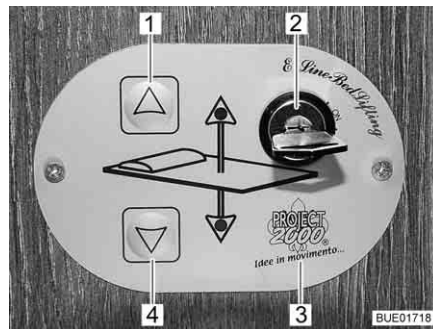

Bild 126 Bedienteil
Mit den Tasten (Bild 126,1 und 4) auf dem Bedienteil (Bild 126,3) wird das Hubbett abgesenkt oder angehoben. Mit dem Schlüsselschalter (Bild 126,2) wird das Bedienteil gegen unbefugte Benutzung gesichert.
- Schlüssel im Schlüsselschalter (Bild 126,2) um 90° im Uhrzeigersinn drehen. Das Bedienteil (Bild 126,3) ist aktiviert.
- Pfeiltaste (Bild 126,4) drücken und so lange gedrückt halten, bis das Hubbett in die gewünschte Position nach unten gefahren ist.
- Pfeiltaste (Bild 126,1) drücken und so lange gedrückt halten, bis das Hubbett in die Endstellung nach oben gefahren ist.
Wenn sich das Hubbett mit den Pfeiltasten Bild 126,1 und 4) nicht mehr bewegen lässt, zuerst die Sicherung im vorderen Hängeschrank auf der linken Fahrzeugseite bzw. auf Reserve 3 am Elektrobloc prüfen (siehe Abschnitt 8.9.1). Wenn die Sicherung in Ordnung ist und sich das Hubbett trotzdem nicht bewegen lässt, kann das Hubbett manuell bedient werden.